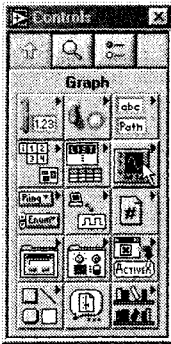

Рис. 3.7
1. Во время запуска в диалоговом окне LabVIEW щелкните мышью на опции **Новый ВП** (New VI). На экране появится лицевая панель с названием **Untitled 1**. Перейдите к палитре **Элементы управления** (Controls) и щелкните мышью по кнопке **Графики** (Graph), чтобы войти в подпалитру **Графики** (Graph). Если палитру **Элементы управления** не видно, выберите **Показать палитру элементов управления** (Show Controls Palette) из меню **Окно** (Windows). Убедитесь также, что лицевая панель активизирована, в противном случае вы увидите палитру **Функции** (Functions) вместо палитры **Элементы управления**. В подпалитре **Графики** выберите **Развертка осциллограммы** (Waveform Chart). Во время прохождения курсором по иконкам в палитре **Элементы управления** выбранная кнопка или имя иконки появляется в верхней части палитры, как это показано на рис. 3.7 и 3.8.